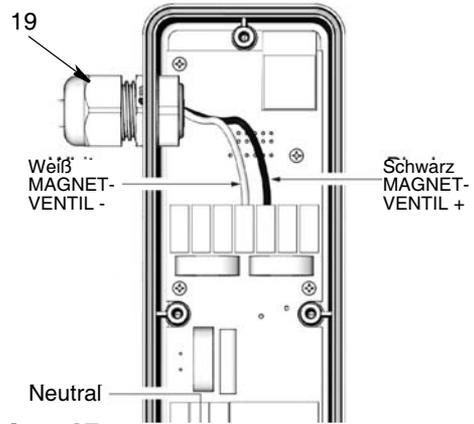

ABB. 37
- Ein Ende des Kabels durch die Zugentlastung (19) in das PLS-Gehäuse (2) führen.
- Im PLS-Elektronikgehäuse (2) das Neutralkabel (weiß) mit MAGNETVENTIL - (weiß) und die Leitung (schwarz) mit MAGNETVENTIL + (schwarz) in der Klemmenleiste verbinden (ABB. 37).
- Zugentlastung (19) festziehen (ABB. 37).